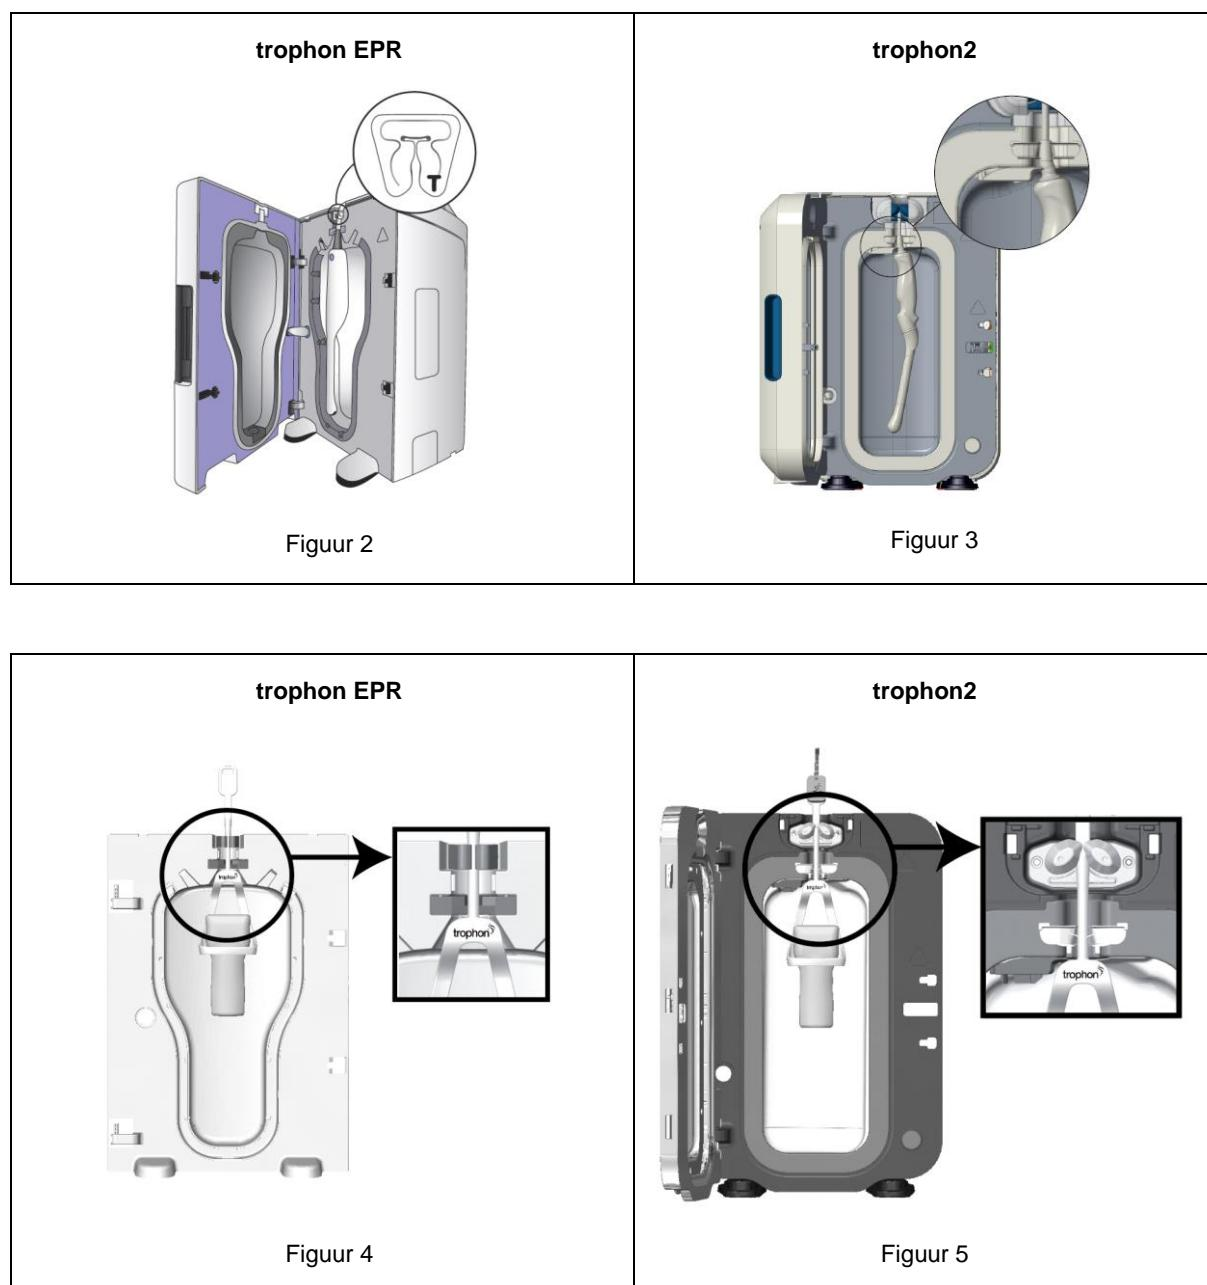

Figuur 4
- **WUPH-A** De trophon Wireless Ultrasound Probe Holder-A (WUPH-A) houdt een compatibele draadloze echoscopiesonde in de trophon-kamer. De trophon Wireless Ultrasound Probe Holder is geschikt voor gebruik met trophon EPR- en trophon2-apparaten (zie respectievelijk Figuur 4 en Figuur 5).